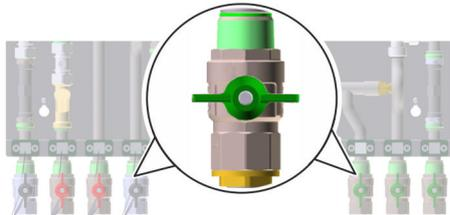

Abb. 49: Kugelhähne schließen
- 1.** → Alle Kugelhähne (Abb. 49) am Frischwarmwassermodul schließen.